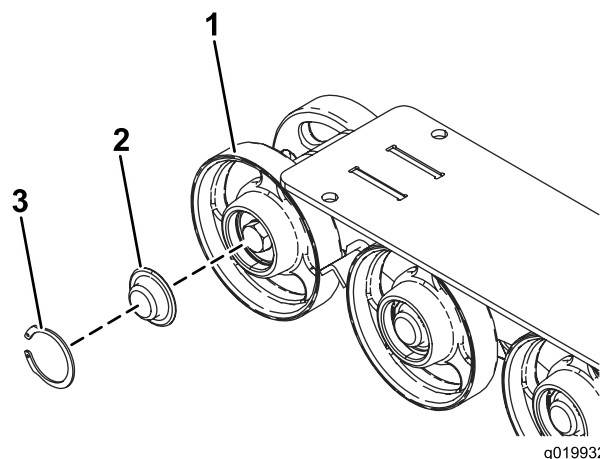

Bild 50
5. Nehmen Sie den Sprengring und die Kappe vom Straßenrad ab (Bild 50).
6. Prüfen Sie das Schmiermittel unter der Kappe und um die Dichtung (Bild 50). Wenn es schmutzig, körnig oder verbraucht ist, entfernen Sie das gesamte Schmiermittel, wechseln Sie die Dichtung aus und fügen Sie neues Schmiermittel hinzu.
8. Setzen Sie die eingefettete Straßenradkappe auf den Schraubenkopf (Bild 50).
9. Befestigen Sie die Straßenradkappe mit dem Sprengring (Bild 50).